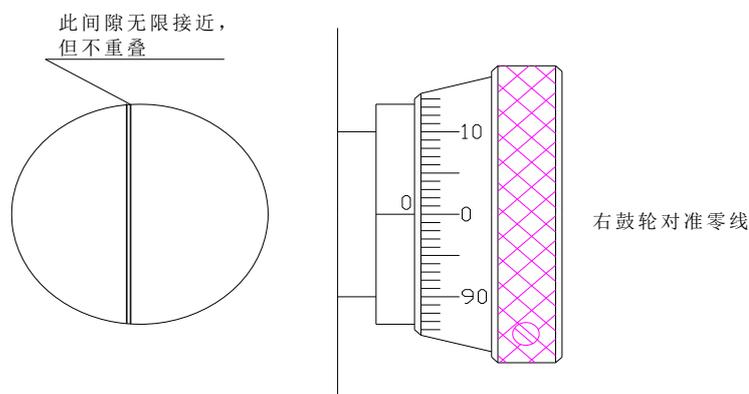

图 6.8
- 1). 由于各人的视差, 观察测微目镜视场内的刻线可能模糊, 因此观察者换人时, 应先微量转动目镜上的眼罩 (10), 使观察到视场内的刻线清晰。
- 3). 测微目镜的零位在出厂时已调好, 如长期使用可能会有微量误差, 因此应定期校准零位, 如出现误差时应进行调整, 调整方法: 先对准目镜内的两刻线零位 (两刻线无限接近, 处于有无光隙的临界状态), 稍微松开右鼓轮上的三个止紧螺钉, 将右鼓轮的零位也对好, 则目镜内的零位与右鼓轮的零位同时对好 (图 6.8)